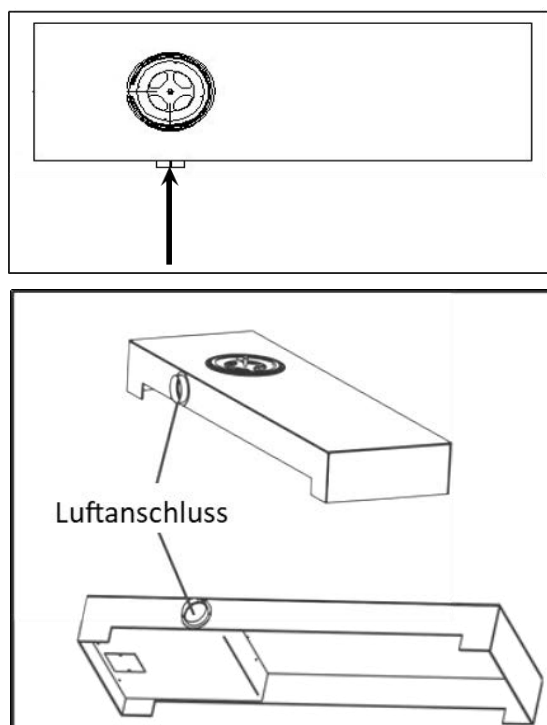

Abb. 7
- Führen Sie die Schraube im Unterbau durch den Abzug des Außenluftansaugsystems und stecken Sie sie mit einem Inbusschlüssel in das Montageloch (siehe Abb. 7).